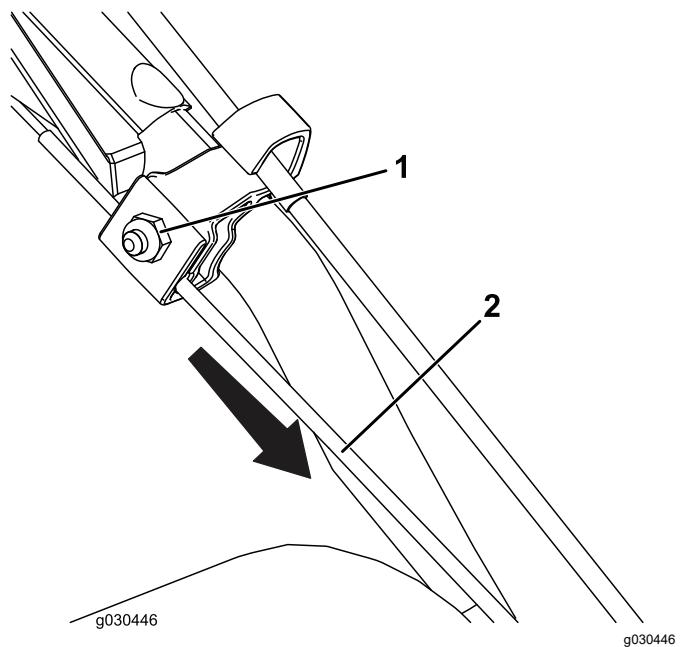

Figure 22
| 2. Tirez le câble vers le bas pour le tendre presque complètement (Figure 22). | |
| 3. Serrez l'écrou (Figure 22). | |
1. Desserrez l'écrou sur le collier supérieur du câble, mais ne le retirez pas (Figure 22).